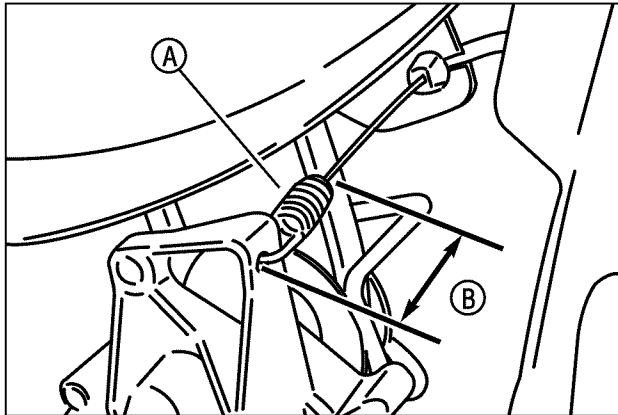

Figura 19: Medición de la longitud del resorte con la transmisión desactivada
2. Con la palanca de control del sistema de tracción de las ruedas en la posición 'DESACTIVADA' (DISENGAGE), el resorte (A, Figura 19) en el extremo del cable (mecánico) de control del sistema de tracción de las ruedas no debe estar tensionado. Mida la longitud total del resorte no-extendido (B).